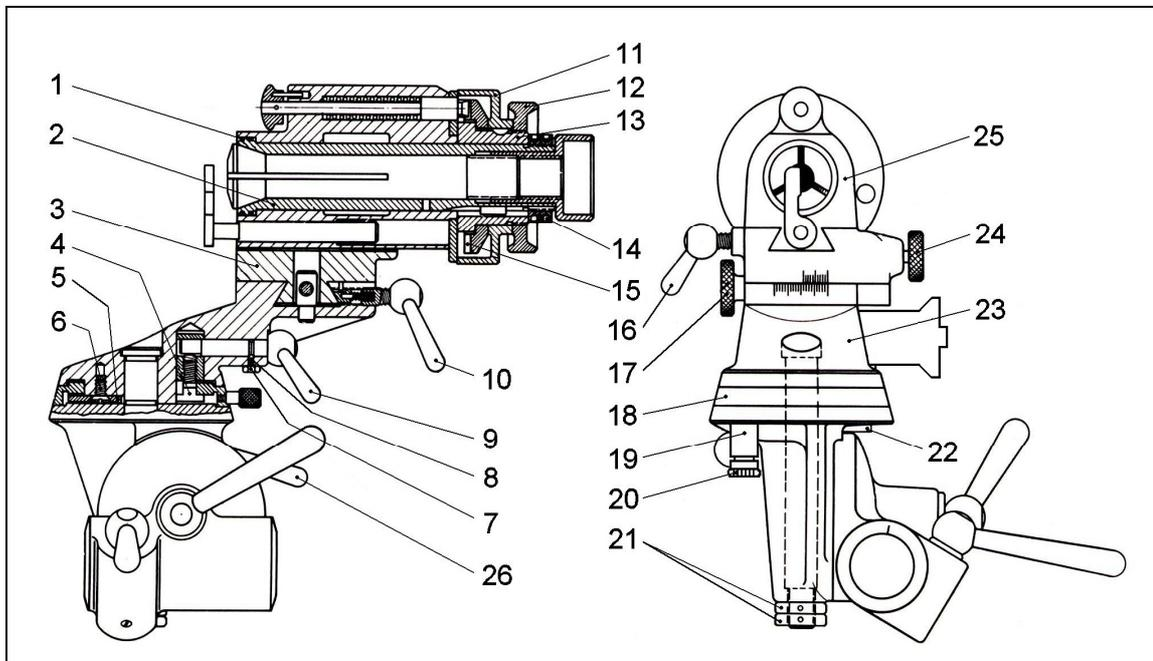

Bild 6-2 Teilkopfträger
1. Kordelmutter (Bild 6-2 Pos.12), Skalenscheibe (Bild 6-2 Pos.11) und Teilscheibe (Bild 6-2 Pos.15) abmontieren.
2. Nutmuttern (Bild 6-2 Pos.14) lösen, Büchse (Bild 6-2 Pos.13) und Zangenhülse (Bild 6-2 Pos.2) herausziehen, Filzring (Bild 6-2 Pos.1) an der Zangenhülse (Bild 6-2 Pos.2) entfernen.
3. Die freigelegten Flächen im Teilkopfschlitten (Bild 6-2 Pos.25) reinigen.
4. Zangenhülse (Bild 6-2 Pos.2) reinigen und Filzring (Bild 6-2 Pos.1) bei Bedarf erneuern.
5. Vor dem Wiedereinbau der Zangenhülse (Bild 6-2 Pos.2) die ringförmige Schmiernut (vorderhalb der Nut für den Filzring [Bild 6-2 Pos.1]) mit Öl füllen.
1. Knebel (Bild 6-2 Pos.16) lösen, Druckschraube (Bild 6-2 Pos.24) herausschrauben und Teilkopfschlitten (Bild 6-2 Pos.25) abnehmen.
2. Die Führungsflächen des Teilkopfschlittens (Bild 6-2 Pos.25) reinigen und so geringfügig einölen, daß ein leichter Ölfilm entsteht.
3. Der Querschlitten (Bild 6-2 Pos.3) läßt sich nicht abnehmen. Er ist nach Lösen des Knebels (Bild 6-2 Pos.10) mit Hilfe der Kordelschraube (Bild 6-2 Pos.17) abwechselnd nach beiden Seiten zu bewegen. Die Führungsflächen ebenfalls reinigen und so geringfügig einölen, daß ein leichter Ölfilm entsteht.
4. Den Teilkopfschlitten (Bild 6-2 Pos.25) wieder anbauen.
1. Kreuzlochmuttern (Bild 6-2 Pos.21) herausschrauben.
2. Knebel (Bild 6-2 Pos.26) lösen und Schwenkarm (Bild 6-2 Pos.23) mit Teilkopf abnehmen.
4. Schwenkarm mit Teilkopf (Bild 6-2 Pos.23) wieder anbauen.
Sollte nach längerem Gebrauch der Skalenring (Bild 6-2 Pos.18) durch den Knebel (Bild 6-2 Pos.9) nicht mehr festzustellen sein, so ist ein Nachstellen der Anzugsschraube (Bild 6-2 Pos.4) notwendig.
2. Senkschraube (Bild 6-2 Pos.6) lösen und Anschlagleiste (Bild 6-2 Pos.5) entfernen.
3. Nach Lösen von Sechskantmutter (Bild 6-2 Pos.7) und Gewindestift (Bild 6-2 Pos.8) den Exzenterhebel (Bild 6-2 Pos.9) herausziehen.
4. Skalenring (Bild 6-2 Pos.18) abheben und die Anzugsschraube (Bild 6-2 Pos.4) mit Mutter herausziehen.
5. Die Anzugsschraube (Bild 6-2 Pos.4) um 180° zur Mutter versetzen, d.h. den Abstand verringern.
1. Durch Verdrehen der Exzenterbüchse (Bild 6-2 Pos.19) -Rändelknopf eingerastet- wird die Nullstellung des Schwenkarms (Bild 6-2 Pos.23) korrigiert.
2. Durch Verdrehen des Exzenterstiftes (Bild 6-2 Pos.22) wird die 90° - Schwenkbewegung eingestellt.